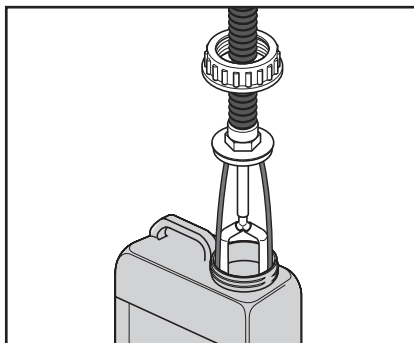

Fig. A2
- Pumpeenheten tas ut (fig. A2).